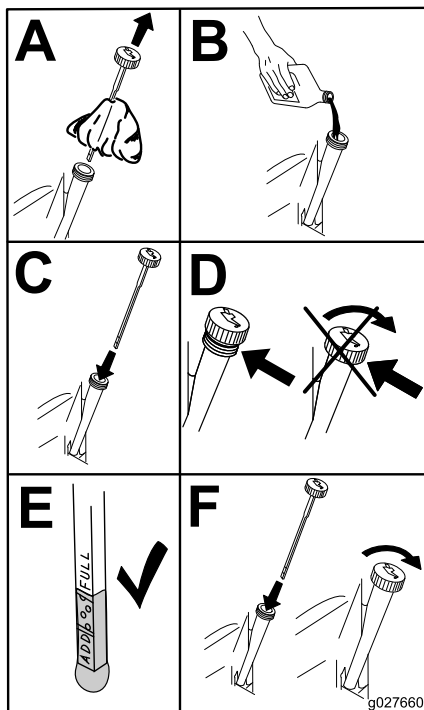

Figure 48
4. Versez lentement environ 80 % de l'huile spécifiée dans le tube de remplissage, puis faites l'appoint lentement jusqu'à ce que le niveau atteigne le repère maximum (Full) (Figure 48).